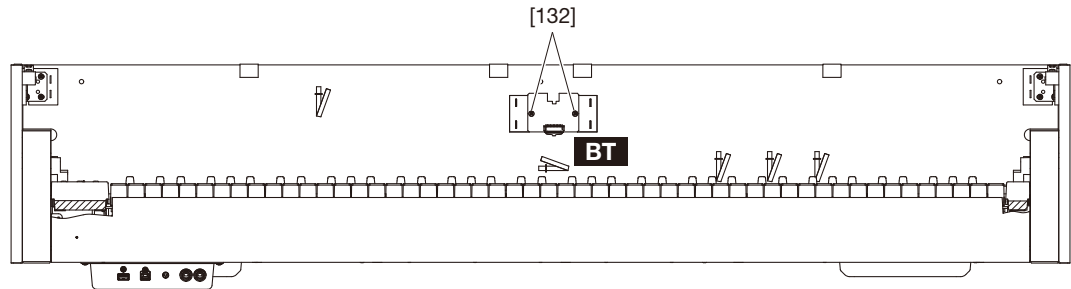

図 8
2. [132]のネジ 2 本を外して、BT シートを外します。(図 8)